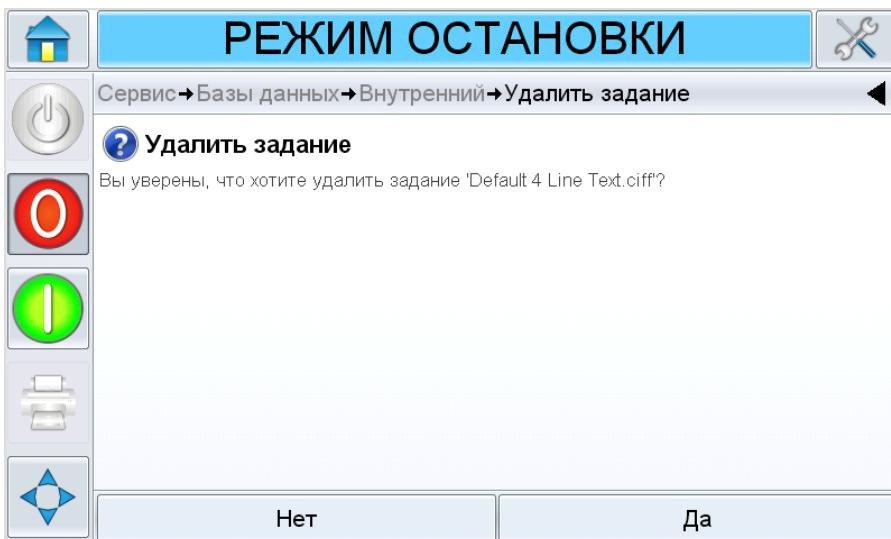

Рисунок 6-14: Экран подтверждения
6. Подтвердите удаление задания на печать (Рисунок 6-14).